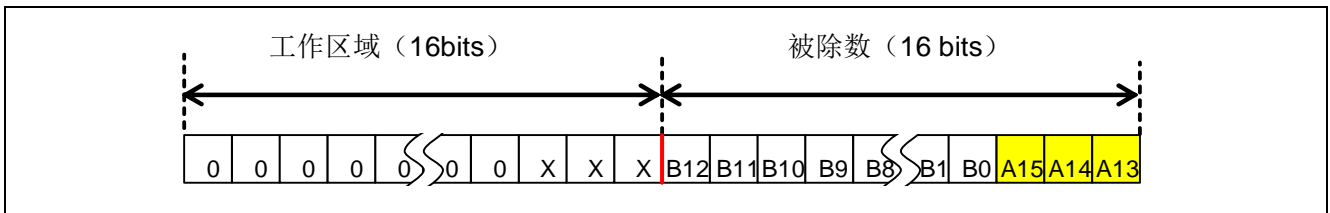

图 3.6 第三次执行结果
(5) 第三次左移并进行减法后的工作区域和被除数的结果如图 3.6 所示。